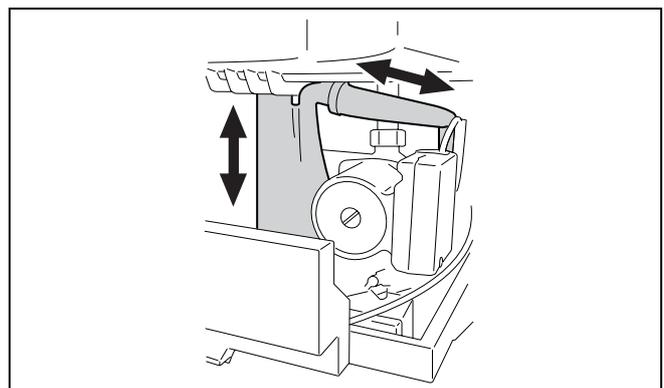

Abb. 40 Siphon reinigen
- Siphon mit der Lippendichtung nach unten aus der Halterung und der Ableitung ziehen (Abb. 40).